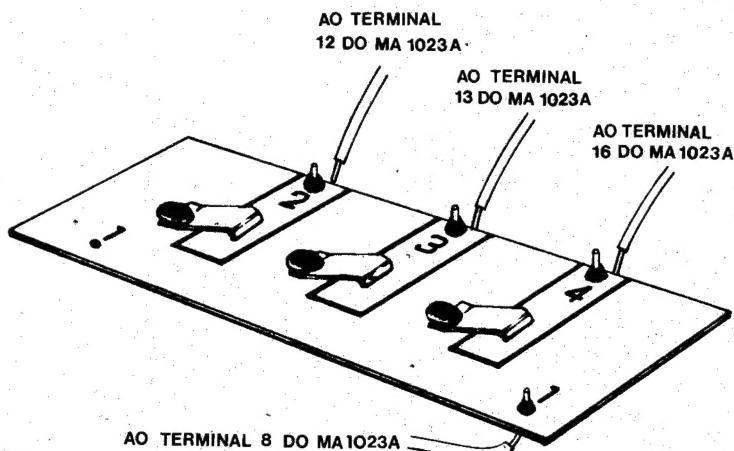

FIGURA 7
- A figura 7 pode auxiliar, nesta etapa da montagem: Os fios conectados aos terminais 12, 13 e 16 e um dos fios conectados ao terminal 8 devem ser introduzidos pelos furos existentes no suporte da «caixa de comando». O fio vindo do terminal 8 deve ser soldado ao orifício n.º 1 da placa de contatos; o fio vindo do terminal 12 deve ser ligado ao furo n.º 2 da placa de contatos; o fio que vem do terminal 13 é conectado ao furo n.º 3 da placa; e, finalmente, o fio vindo do terminal 16 do módulo deve ser soldado ao furo n.º 4 da placa de circuito impresso;